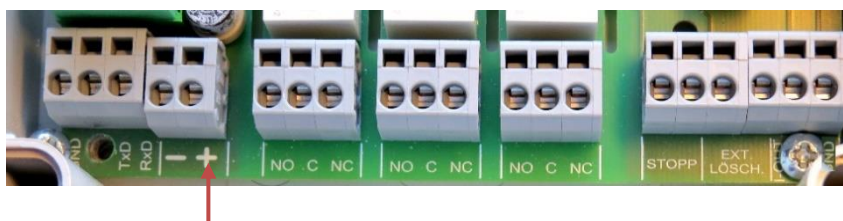

Figura 15
6. Apriete la tuerca de unión de la entrada de cables (1) para crear la descarga de tracción.
7. Conecte la tensión de alimentación de 24 V CC a los terminales + y - (1) (véase la figura 15).